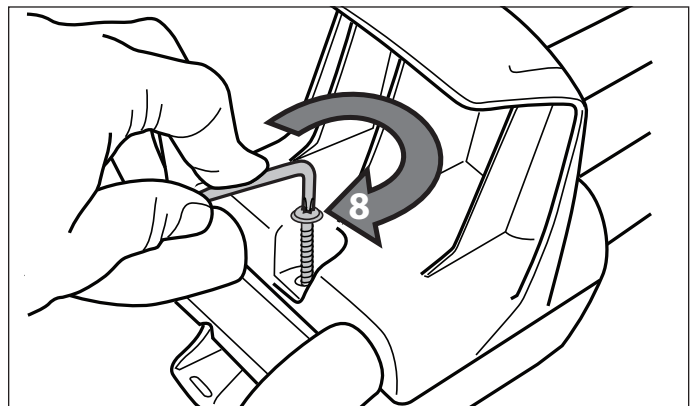

Figure 7. Installer le crochet du câble d'alimentation et le crochet du module de commande
5. Fixer solidement le crochet du câble d'alimentation et le crochet du module de commande autour des tubes à l'aide d'une vis, puis serrer avec la clé Torx. Se référer à la Figure 7.